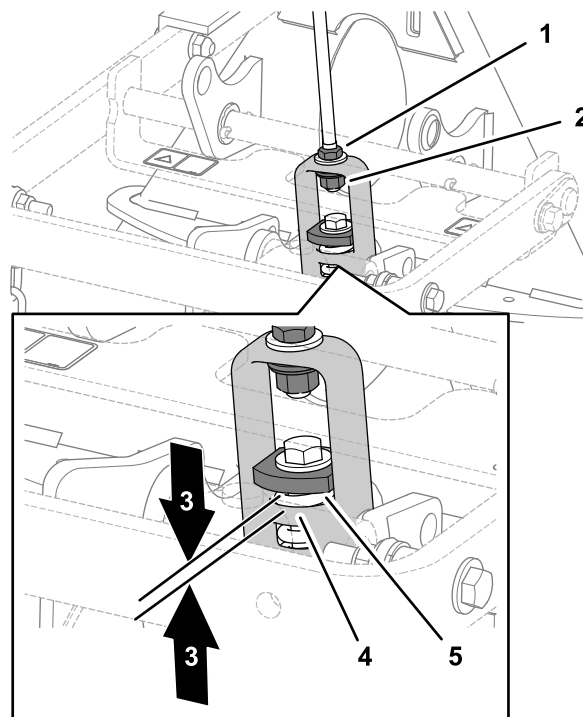

Figura 10
3. Se a folga não for a correta, desaperte a porca e aperte ou desaperte a porca de ajuste no conjunto da articulação conforme necessário para ajustar a folga (Figura 10).
2. Meça a folga entre a anilha superior e o ombro da culatra de elevação no adaptador de acessórios como se mostra na Figura 10.
Nota: A ligação está corretamente ajustada se medir uma folga de 1,5 a 2 mm entre a anilha pesada e o ombro da culatra de elevação (Figura 10).